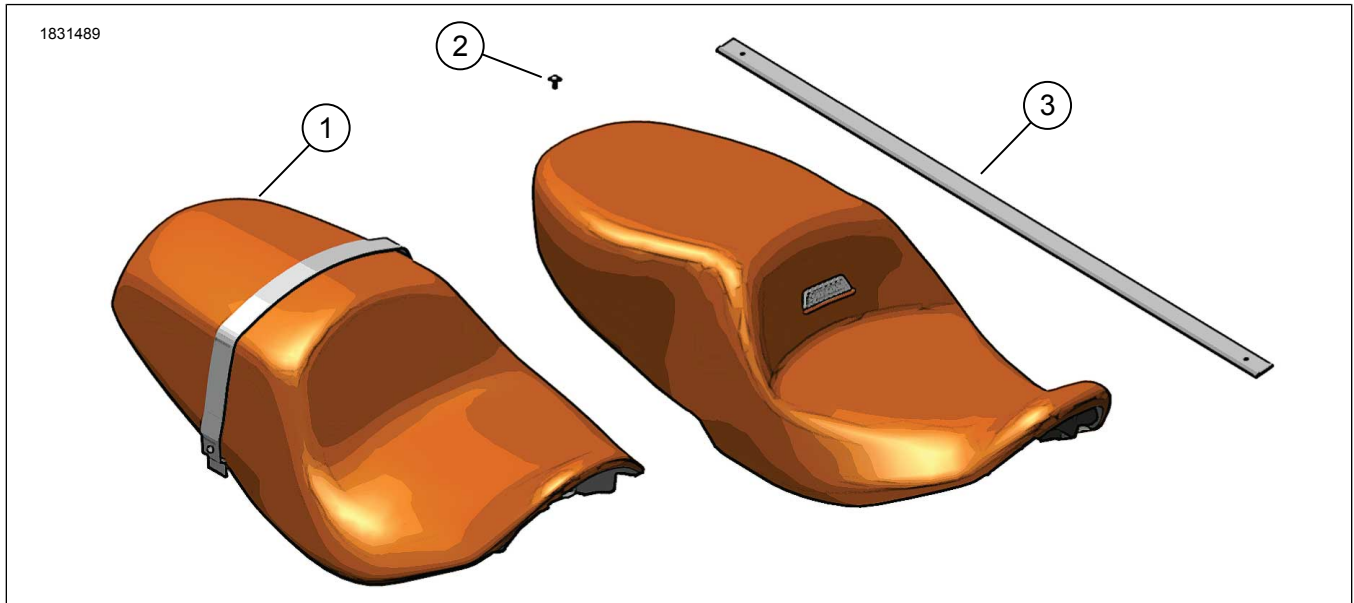
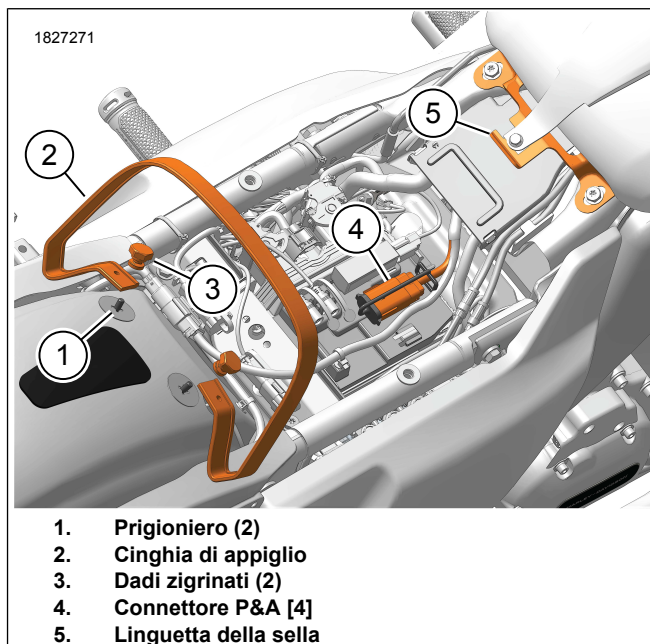
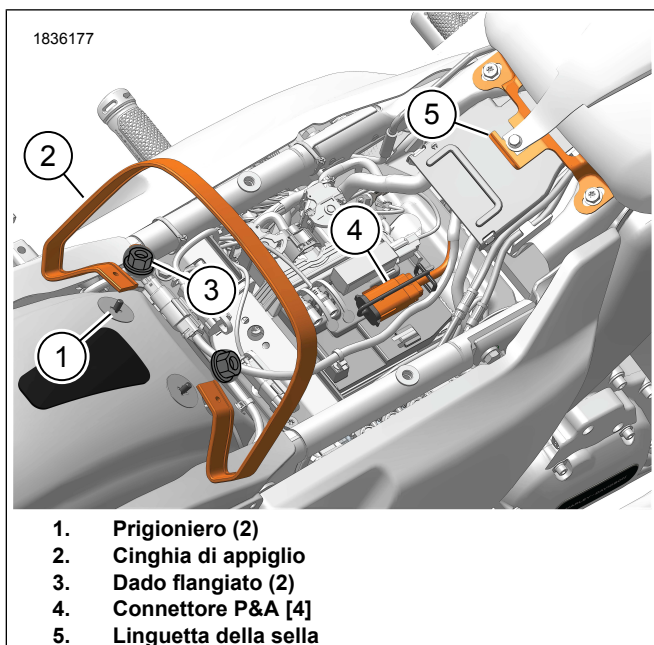
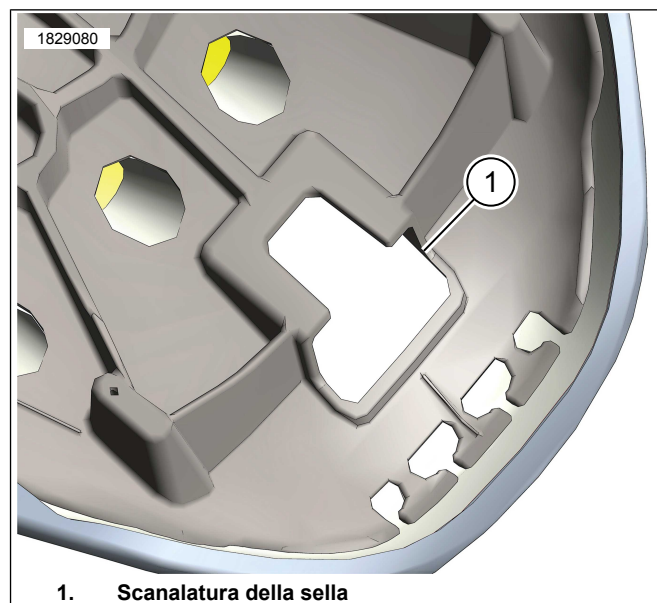

Figura 1. Contenuto del kit: Selle - Touring
Figura 2. Posizioni dei componenti
Figura 3. Posizioni dei componenti
Figura 5. Scanalatura dell'attacco della sella
- Vedere la figura 2. I veicoli con dadi zigrinati seguono i punti 1a e 1b.
- Vedere la figura 3. I veicoli con dadi flangiati seguono i punti 1a e 1c.
1. Vedere Figura 2 e Figura 3. Installare la **nuova** cinghia di appiglio.
- a. Installare la cinghia di appiglio (2) sui prigionieri (1).
- b. Installare i dadi zigrinati (3). Serrare.
3. Vedere Figura 2 e Figura 5. Installare la sella posteriore attraverso la cinghia di appiglio (2) finché la fessura di montaggio della sella (1) sulla parte anteriore inferiore della sella non viene a trovarsi dietro la linguetta della sella (5).
4. Far scorrere la sella in avanti finché la linguetta della sella non si innesta completamente nella fessura di montaggio della sella (1).
5. Vedere la figura 1. Installare la vite della sella (2). Serrare.